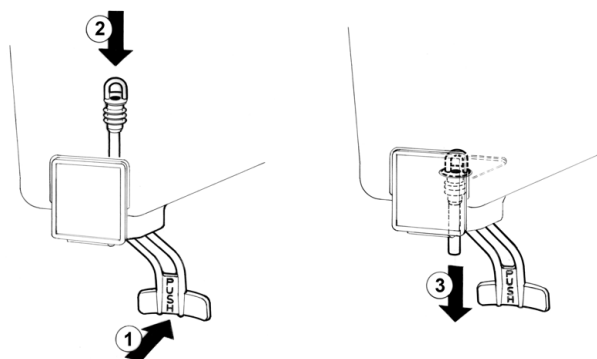

Bild 5
2 Ausschlauchventil: den Betätigungshebel des Ventils drücken (1) und den Ausschlauch in den Behälter einfügen (2). Am unteren Ende des Ausschlauchs leicht nach unten ziehen (3) bis er genau sitzt (Bild 5).